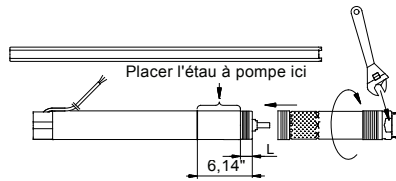

Fig. 11 Pompe dans un étau
1. Placer le moteur à l'horizontale dans un étau et bien le serrer, voir la figure 11.
Un outil de serrage peut être utilisé sur les faces de serrage de la pompe, voir la figure 11.